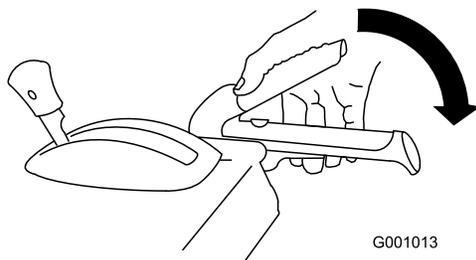

Bild 37
- Kuppeln Sie den Räumwerk-/Impellerhebel ein und halten ihn fest (Bild 37).